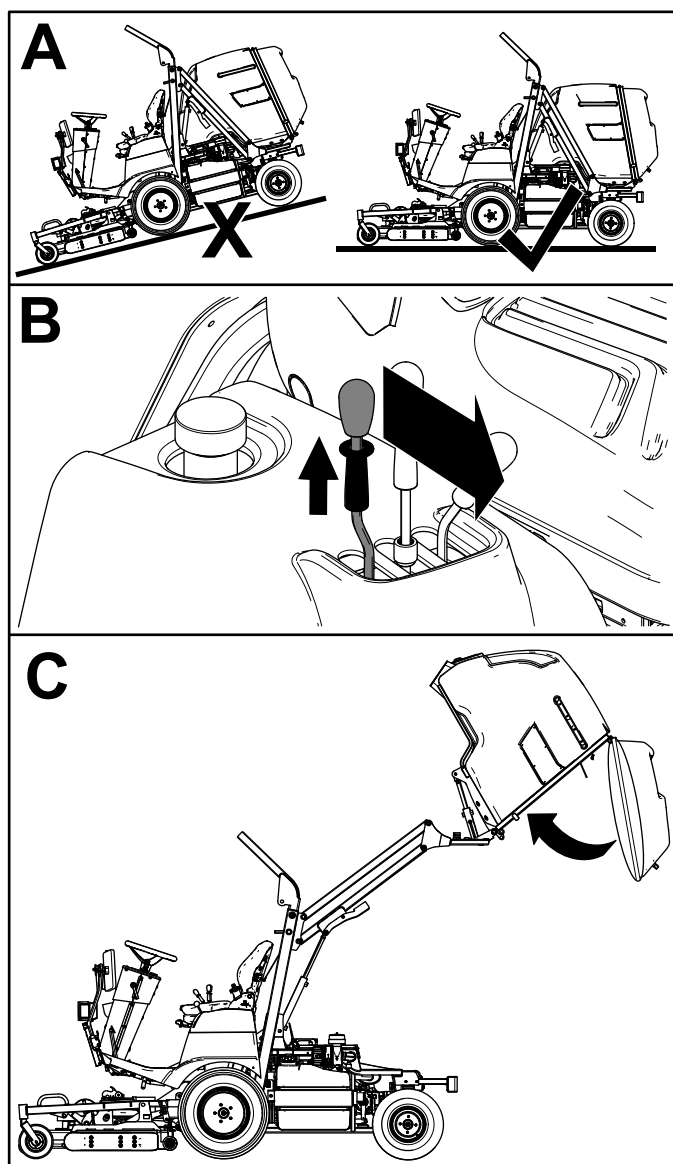

Bild 26
2. Ziehen Sie nach dem Entleeren die Arretiermanschette am Entleerungshebel für die Fangbox nach oben und schieben Sie den Hebel nach vorne, um die Fangbox zu schließen (Bild 26).